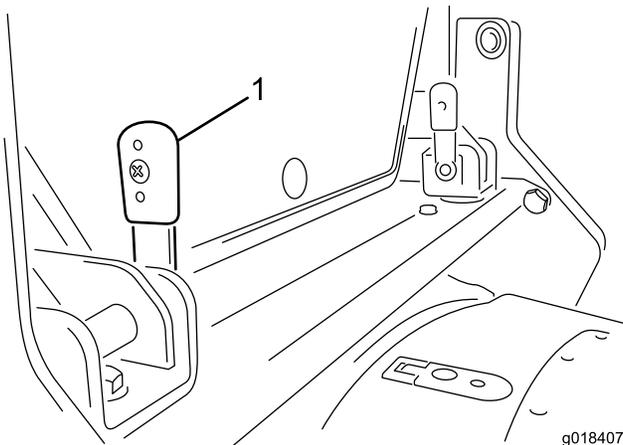

Bild 15
1. Drehen Sie die zwei Sperrhebel am Deckenbalken hinten an der Kabine so, dass sie nach vorne zeigen (Bild 15).
2. Drücken Sie die Griffe, die vertikal sind, (Bild 15) durch die Halterungen. Sie müssen die Hebel ggf. in den Halterungen hin- und herbewegen, um die Sperrstifte in den Schlitzen auszufluchten.